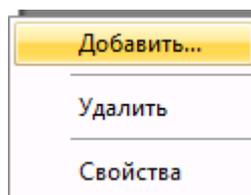

Рисунок 5.7 Команды подменю Помещения
- Помещение - позволяет открыть дополнительное подменю, при помощи которого совершаются различные действия с помещением целиком (Рисунок 5.7).